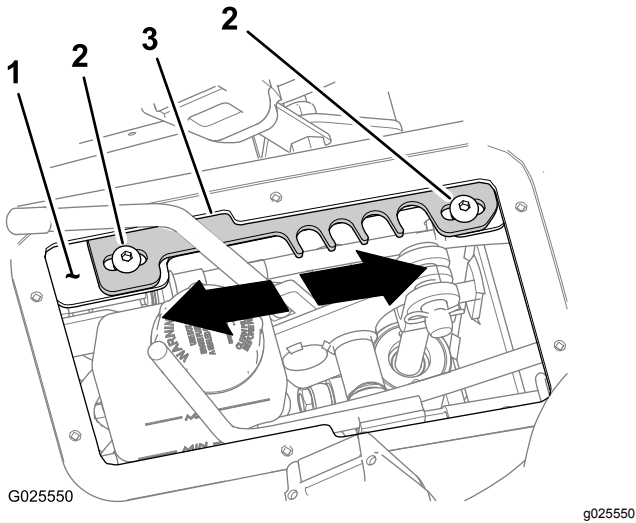

图62
4. 将速度范围控制杆移至T运输位置图62。
5. 卸下将止动板固定到控制杆支架上的2个内六角螺丝5/16 x ¼英寸图62。
- 将止动板向前移动可增加最大地面行驶速度限值图62。
- 将止动板向后移动可降低最大地面行驶速度限值图62。